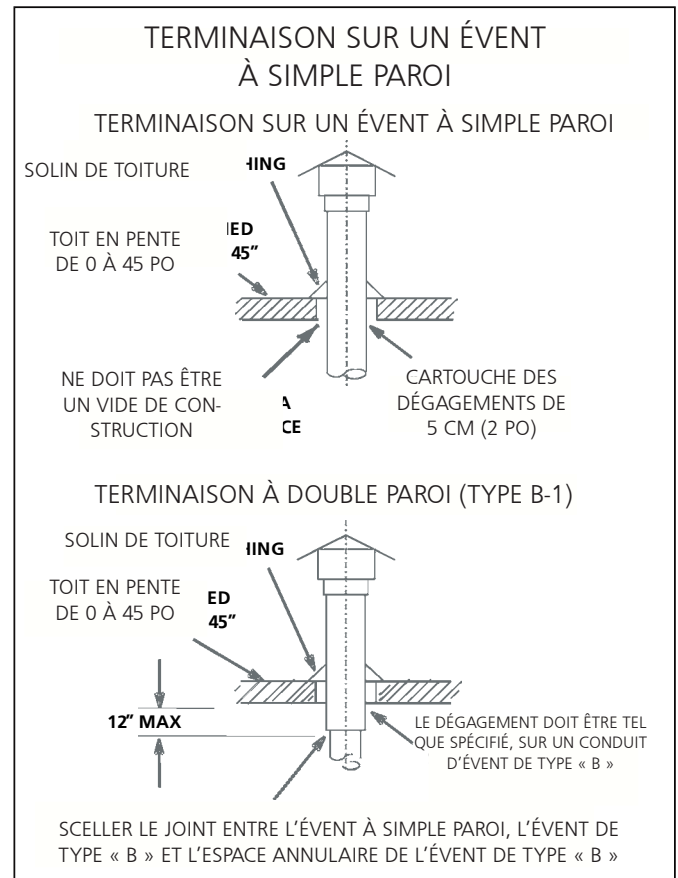

FIGURE 2
1. Les radiateurs HSU doivent être utilisés avec des cheminées approuvées NFPA ou ANSI, des événements pour le gaz homologués U.L. de type B-1, des conduits en métal à simple paroi, ou des systèmes homologués de doublage de cheminée pour l'aération du gaz, là où cela s'applique, ainsi qu'avec les modifications et limitations listées dans la **figure 2**. Sceller le matériel unique de l'évent mural conformément à la section **A - Exigences et recommandations générales**.